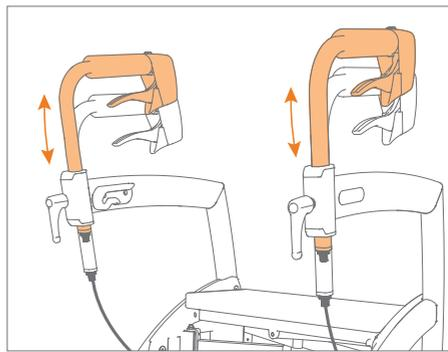

Figura 15: Establecer la altura correcta.
- b. Deslice las empuñaduras a la altura correcta para usted (Figura 15)